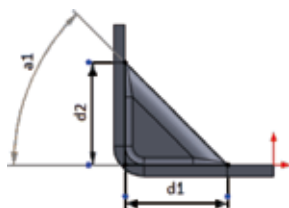

图 5.185 轮廓尺寸
-  文本框：用于指定从钣金零件内部到 x 轴上的点（角撑板在此处与钣金实体相交）的线性值，如图 5.185 所示。
-  文本框：用于指定从钣金零件内部到 y 轴上的点（角撑板在此处与钣金实体相交）的线性值，如图 5.185 所示。
-  文本框：用于根据指定的轮廓长度和角度创建角撑板的剖面轮廓，如果已指定轮廓的长度和高度，则软件将自动确定角度，如图 5.185 所示。